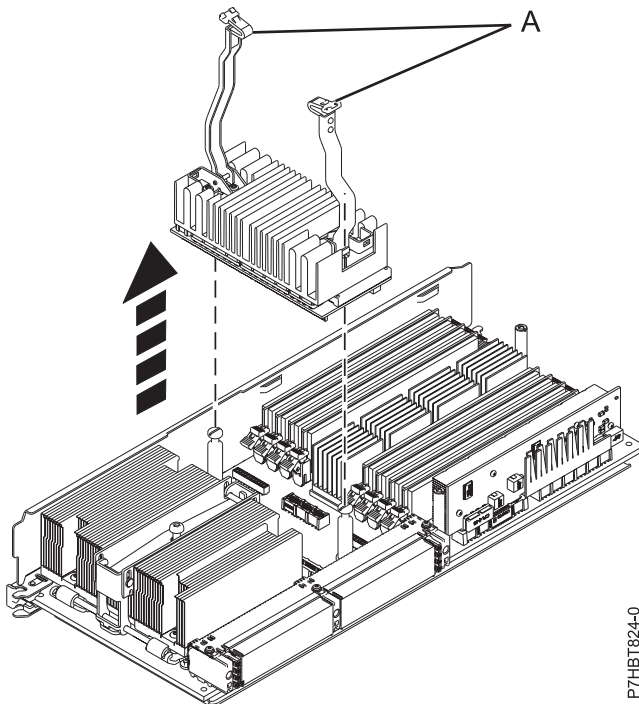

Figure 12. Retrait du régulateur de tension processeur du système
- b. Soulevez simultanément les deux bras mécaniques du régulateur de tension (A) jusqu'à ce qu'ils soient en position verticale, comme indiqué sur la figure 12.
- c. Tirez délicatement et simultanément les deux bras (A) vers le haut, afin de retirer le régulateur de tension processeur du bloc processeur système.